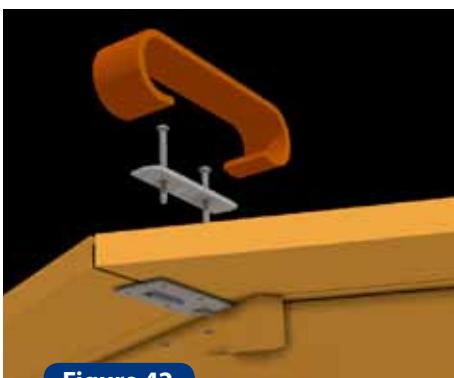

Figure 42
- Afin d'améliorer l'esthétisme des margelles, votre piscine est livrée avec des cache angles (figure 42)